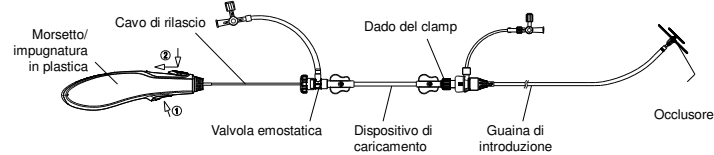

Figura 9. Illustrazione del rilascio dell'occlusore
- Mantenere la guaina di introduzione a contatto con il raccordo dell'occlusore, quindi tirare delicatamente il cavo all'indietro finché non si separa dall'occlusore. Infine rimuovere il cavo di rilascio e la guaina di introduzione dal paziente (vedere la **figura 9**).